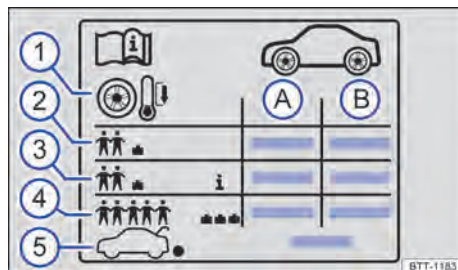

Fig. 210 Símbolos na etiqueta de pressão dos pneus.
→ Fig. 210:
Dependendo do veículo, a etiqueta de pressão dos pneus pode conter uma pressão dos pneus de conforto → Fig. 210 ③. A pressão de conforto dos pneus possibilita aumentar o conforto da condução. Ao conduzir com a pressão de conforto dos pneus, pode aumentar o consumo de combustível.